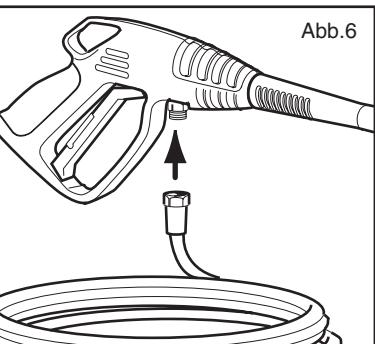
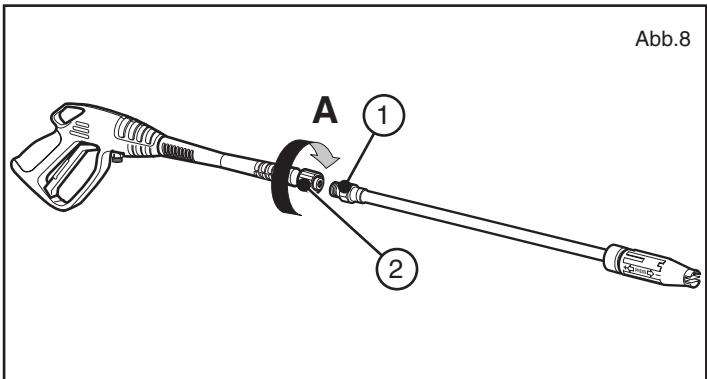

Abb.6
Abb.8
Die Maschine durch Betätigung des Schalters (Abb. 7, pos. 1) einschalten und für einige Minuten leer laufen lassen, um Fremdkörper und Luftblasen aus der Hydraulik zu entfernen; anschließend den Hochdruckschlauch auf die Pistole schrauben (Abb. 6) und die Lanze aufsetzen (Abb. 8).
Die Lanze wird mit dem Gewinde (pos. 1) auf die Pistole (pos. 2) geschraubt. Die Lanze wird in die durch Pfeil (A) angezeigte Richtung bis zum vollständigen Verschluß gedreht (vgl. Abb. 8).